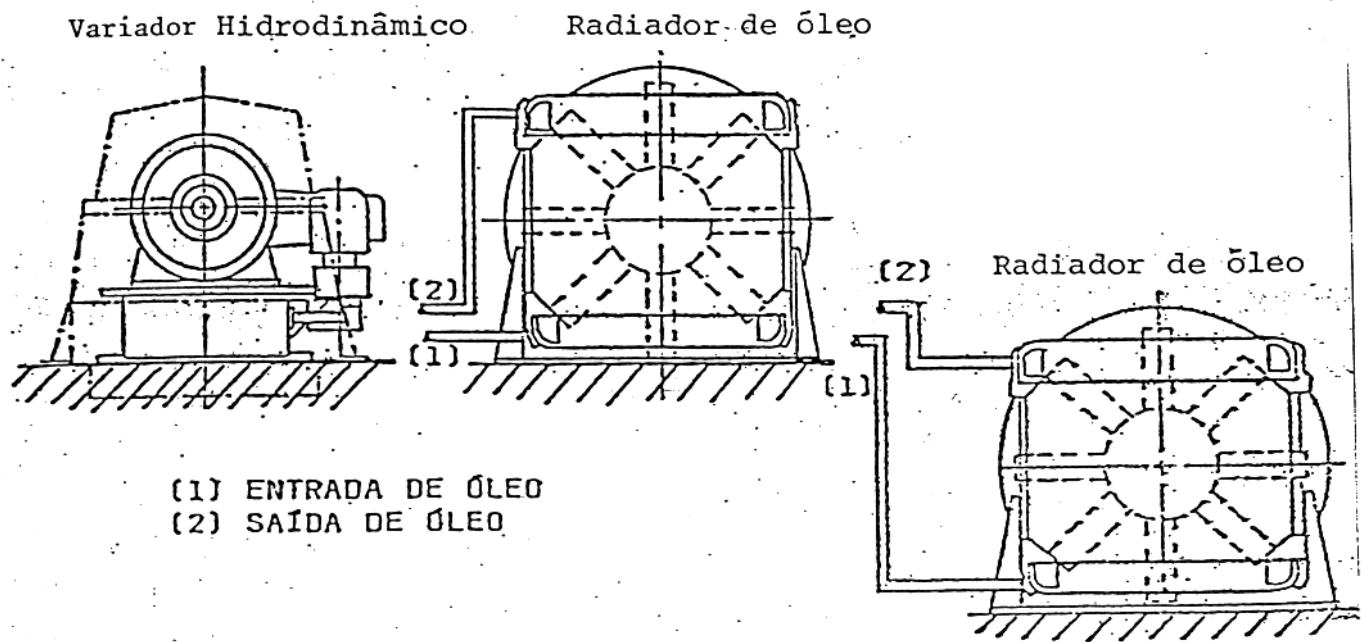

FIG. 3
A montagem do resfriador (radiador de óleo) deverá obedecer o mesmo esquema que a instalação do item 2.3 exceto que, entre a ligação da tubulação de entrada e saída de óleo no radiador, deverá haver uma mangueira flexível de aproximadamente 250 mm, ligados através de uniões, para absorção de eventuais vibrações dos equipamentos, evitando assim danos na caixa do radiador com possíveis rupturas nas soldas. (Fig. 3).